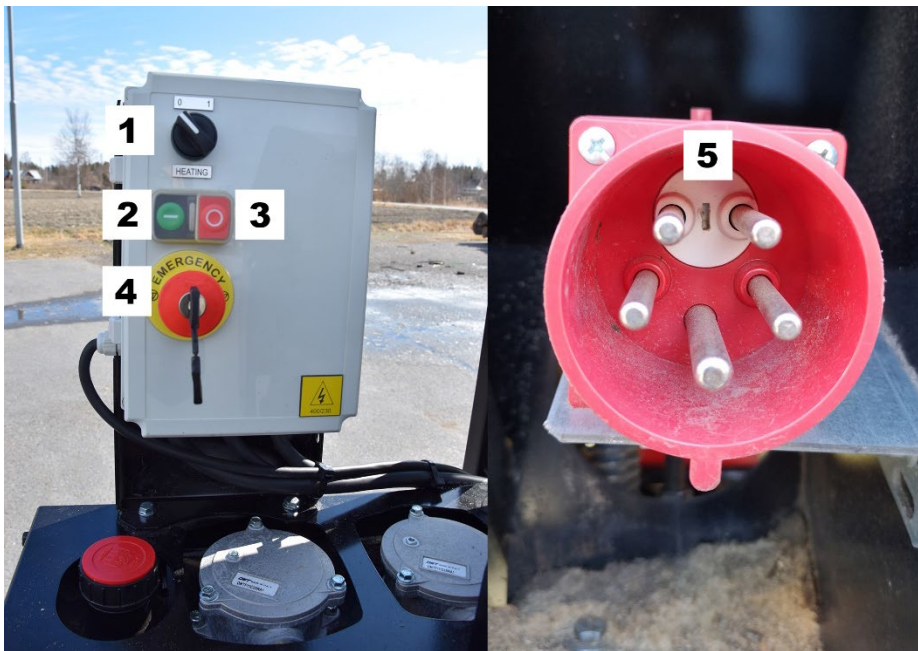

Figure 19
- ❑ La machine est équipée d'un démarreur étoile-triangle automatique et d'un interrupteur d'arrêt d'urgence. Arrêt d'urgence, Fig. 19 - 4.
- ❑ Le sens de rotation peut être inversé à l'aide de l'interrupteur de phase situé à l'entrée de l'appareil. Fig. 19 - 5.
- ❑ Appuyez sur le bouton de démarrage. Fig. 19 - 2. En position étoile, le moteur commence à tourner à une vitesse lente et à une faible puissance. La phase de démarrage dure plusieurs secondes.
- ❑ Lorsque le régime moteur augmente, la position triangle est activée et le moteur prend rapidement sa vitesse maximale. Le signal lumineux entre les interrupteurs de démarrage et d'arrêt s'allume dès que la position triangle est enclenchée. Fig. 19 - 3.
- ❑ Un interrupteur de série pour le chauffage est fourni dans le boîtier de démarrage. Fig. 19 - 1.